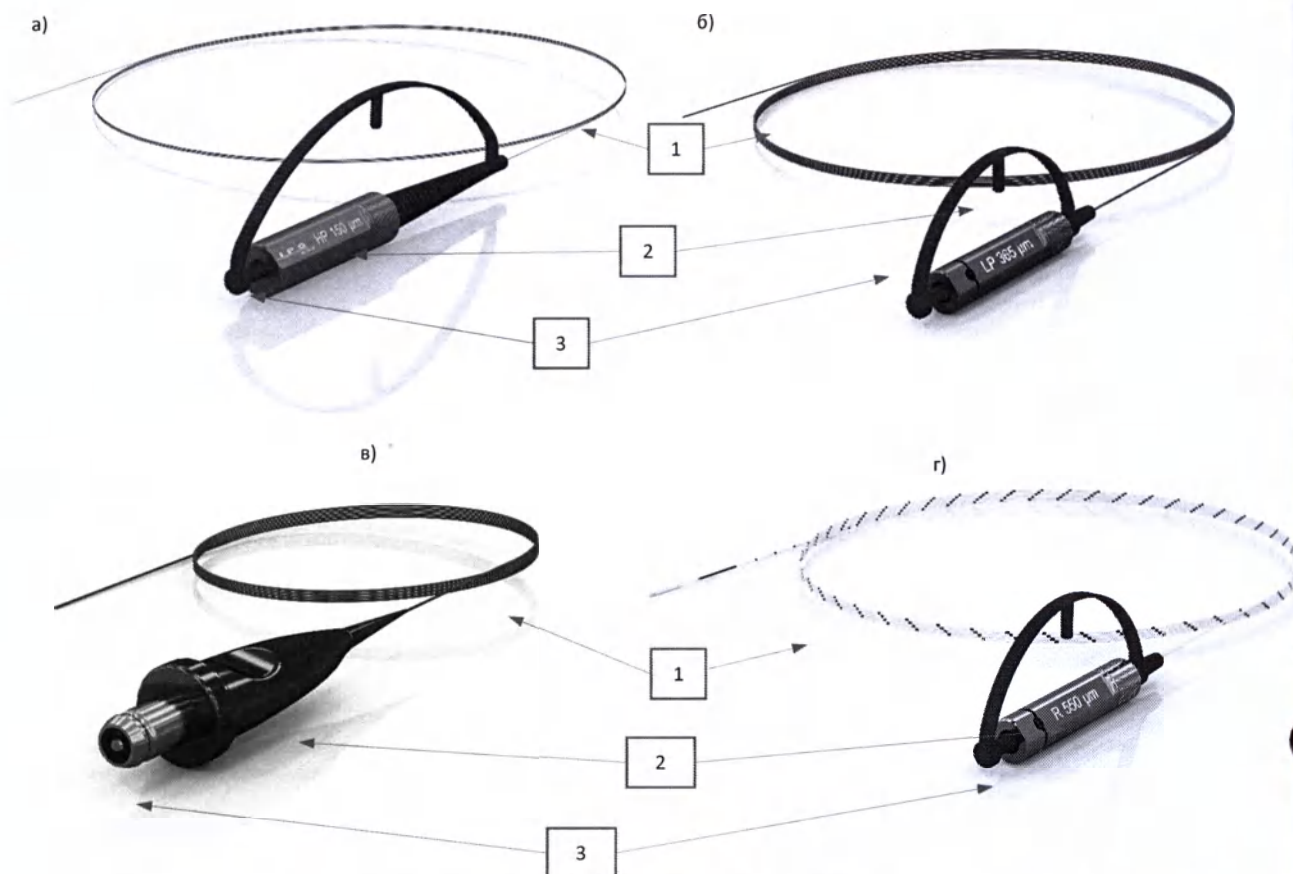

Рис. 2. Инструмент волоконный стерильный одноразовый «IPG Surgical Fiber Single-Use», диаметр сердцевины XX мкм:
Инструмент изготовлен из оптического волокна с двойным защитным покрытием (1) (рис. 2). На одном конце инструмента находится разъем SMA-905/стандартный (2) (рис. 2), который подключается к лазерному медицинскому аппарату при работе, (реальный цвет разъема может отличаться от цвета разъема, изображенного на рис. 2). Противоположный дистальный конец инструмента выполнен из оптического волокна, через которое происходит доставка лазерного излучения к месту воздействия. Для защиты торца инструмента в SMA разъеме от пыли и механических повреждений предусмотрен защитный резиновый колпачок (3) (рис. 1). На рисунке показаны типовые виды различных модификаций. Остальные варианты исполнения соответствующей идентификации не отличаются от представленных на рисунке 2.